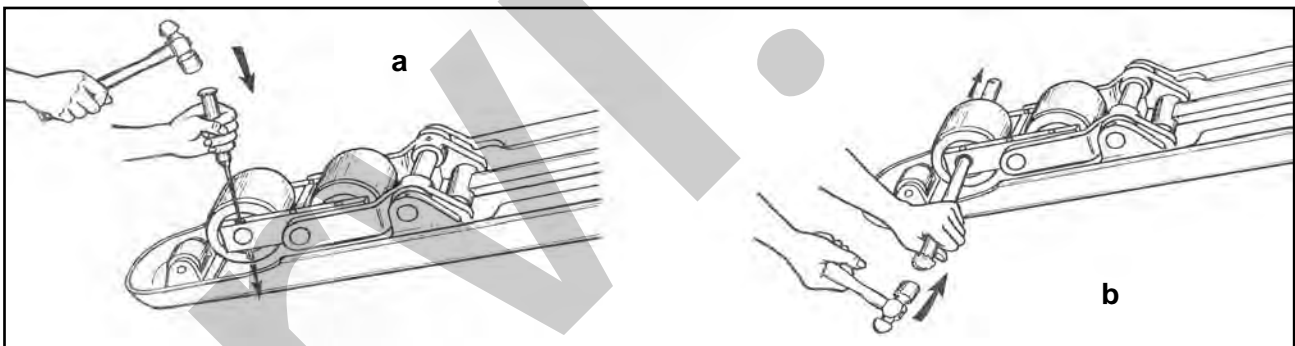

Figura 26 – Sostituzione dei rulli.
1. Togliere la spina (vedere la Figura 26 a);
2. Sfilare il perno (vedere la Figura 26 b);